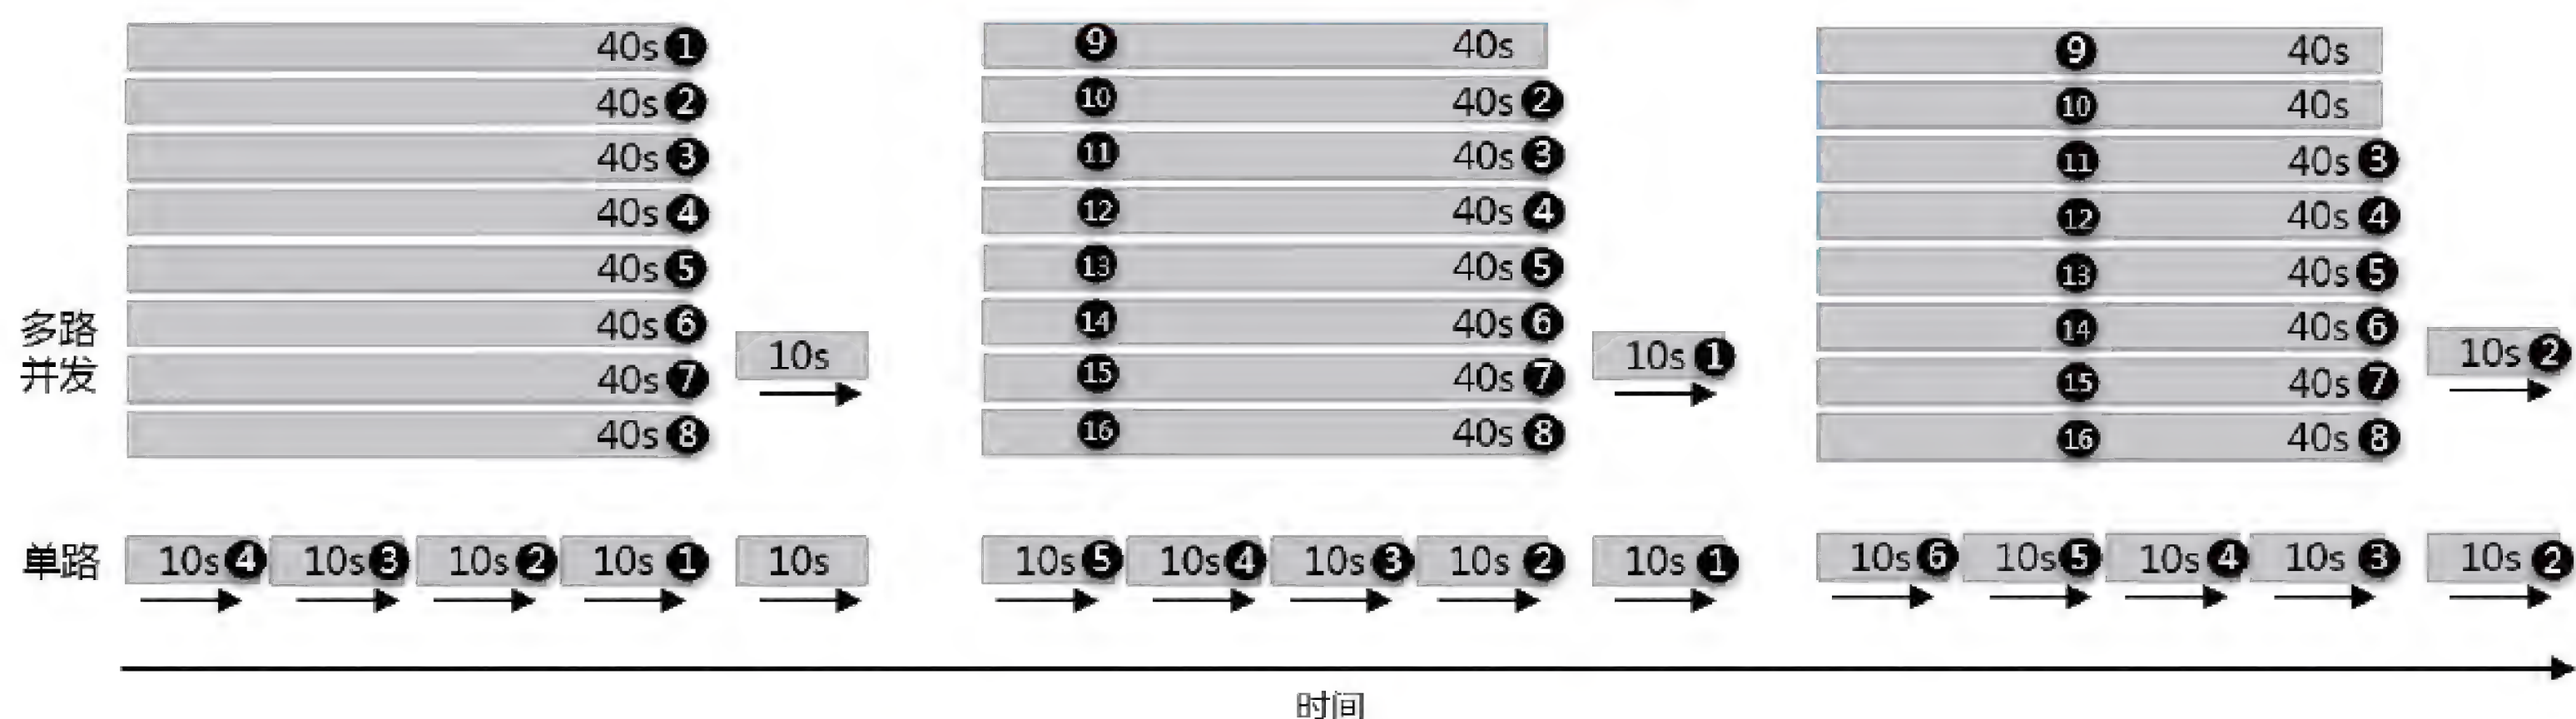

图4-10 多个级之间并发度不匹配的影响
**问一下：**对于下游步骤没有物理并发的场景，如果将上游步骤的物理并发度提升一下，比如从4提升到8，会不会有收益？见图4-10，很显然，没有任何作用。